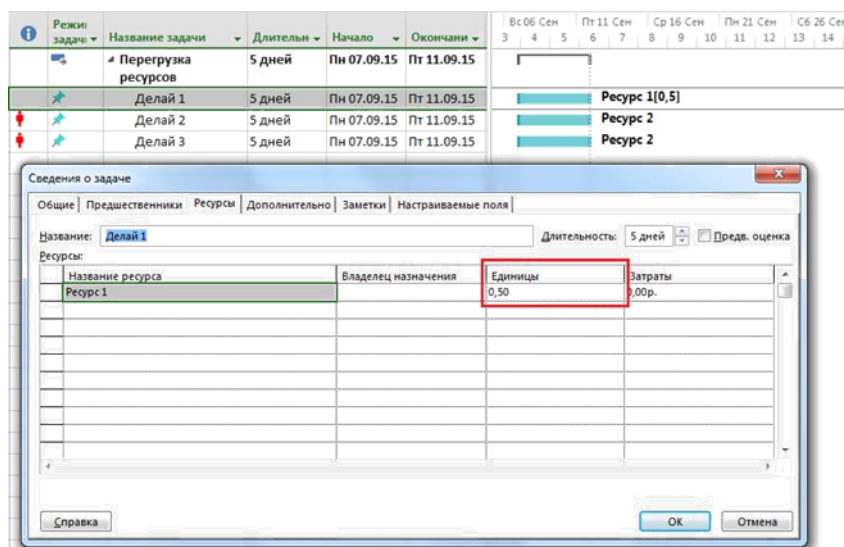

Рисунок 85 – Автоматическое уменьшение трудозатрат перегруженных ресурсов
2. Уменьшить трудозатраты перегруженного ресурса и сохранить длительность, Рисунок 85.